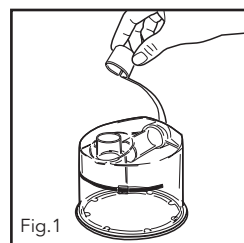

Fig.1
- b. Retirer et jeter les capuchons bleus (Fig.1).